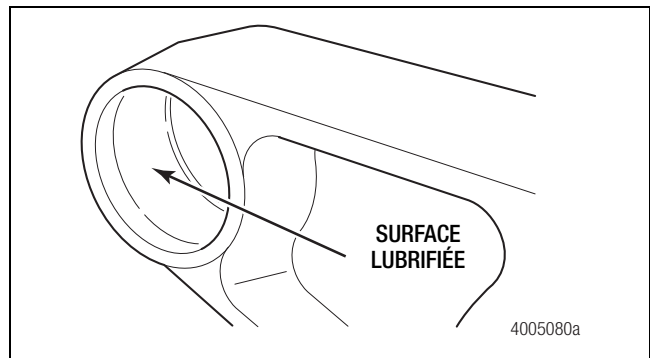

Figure 5
9. Utiliser le lubrifiant Meritor fourni dans la trousse de réparation de bague pour lubrifier légèrement l'alésage des tubes de bague du bras de suspension supérieur. Figure 5.